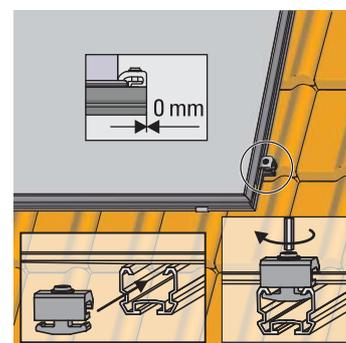

Fig. 3-31 Inserire e avvitare saldamente le piastrine di bloccaggio singole per l'ultimo collettore piano
10. Inserire e avvitare saldamente le piastrine di bloccaggio singole per l'ultimo collettore piano (fig. 3-31).